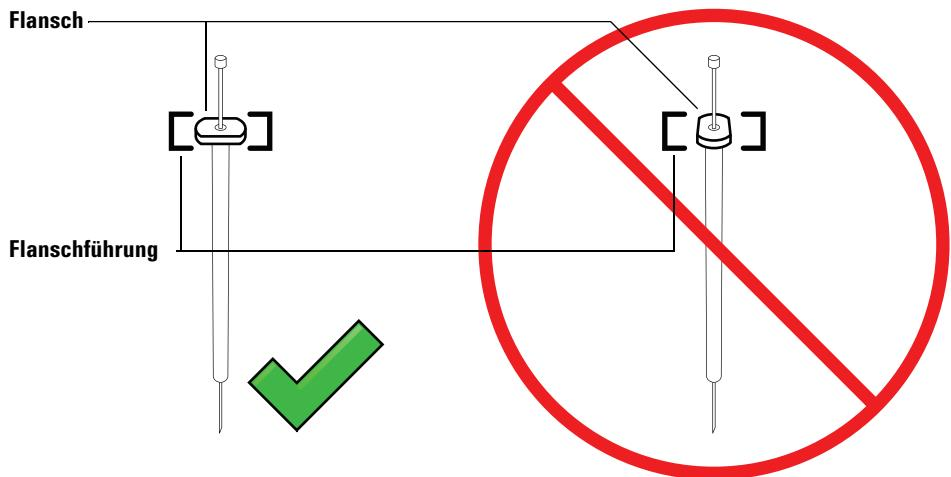

Abb. 46 Ausrichtung des Spritzenflansches
- 7** Richten Sie den Spritzenflansch an der Flanschführung aus und drücken Sie die Spritze in Position. Das Nadelende muss sich dabei in der Führungsöffnung des Nadelführungsfußes befinden. Achten Sie darauf, dass die flache Kante des Spritzenflansches nach außen zeigt (Abbildung 46).